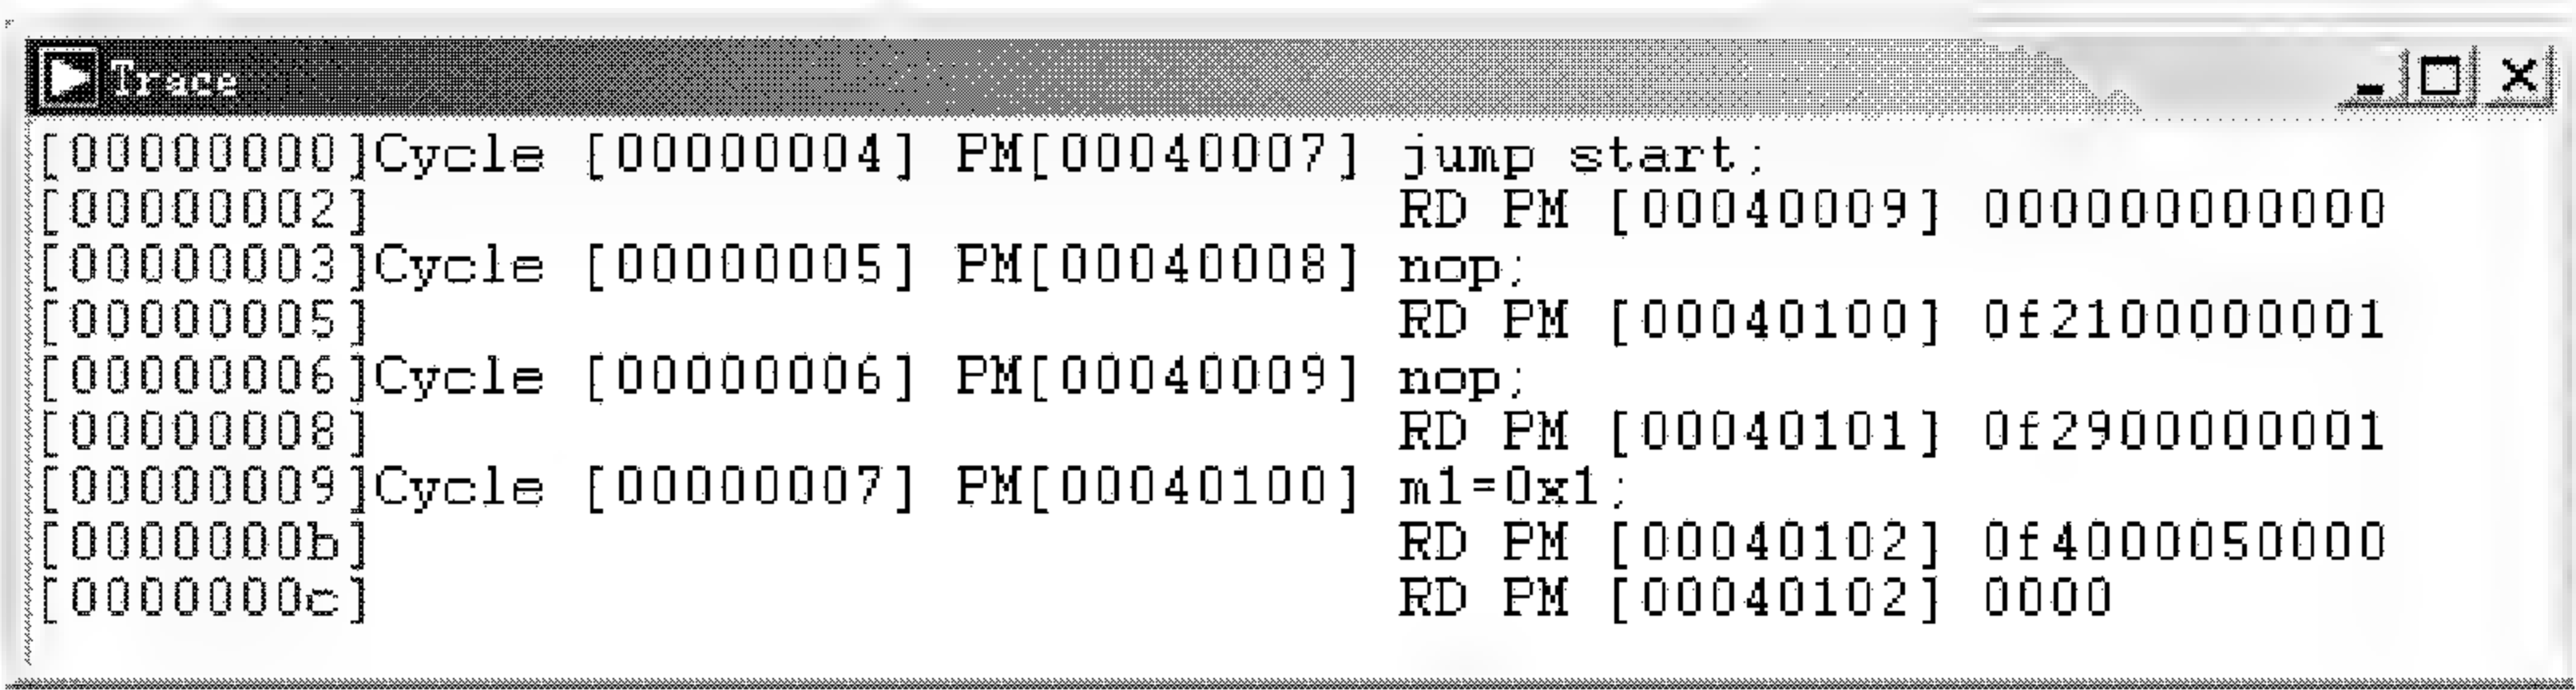

图 4.12 Trace 窗显示的结果
- (1) 选择 Tools → Trace → Enable Trace，使能 Trace 工具。
- (2) 选择 Tools → Trace → Set Trace Depth，打开 Trace Buffer Depth 对话框，设置用户指定的跟踪深度或最大跟踪深度。
- (3) 选择 View → Debug Windows → Trace，打开 Trace 显示窗口，如图 4.12 所示。